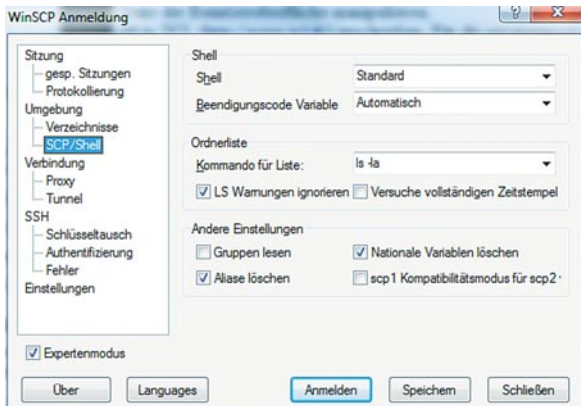

Bild 3: Die Einstellungen in WinSCP für den Zugriff auf die LCU1
- Die Einstellungen sind folgendermaßen (Bild 3) durchzuführen: